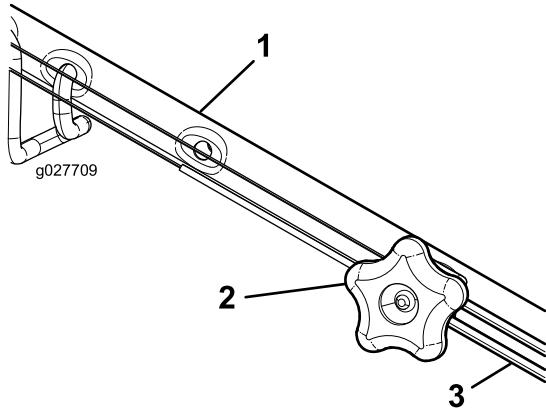

Figura 39
- Girate la manopola di regolazione in senso antiorario per allentare la regolazione del cavo (Figura 39).
- Regolate la tensione del cavo (Figura 39) tirandolo indietro o spingendolo in avanti e poi mantenendo quella posizione.